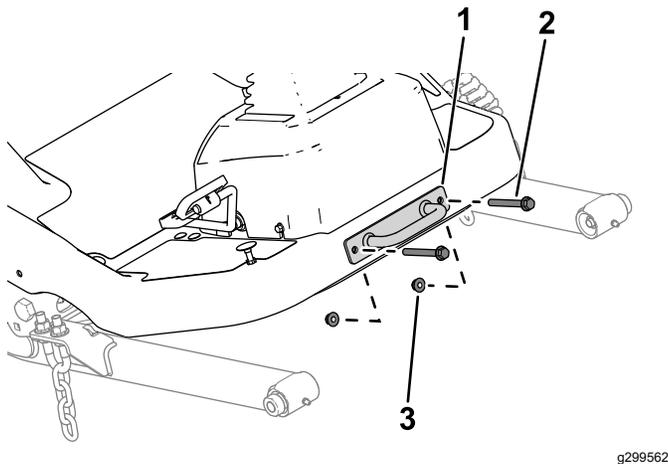

Figura 18
- 1. Retire la placa de amarre de la plataforma (Figura 18).